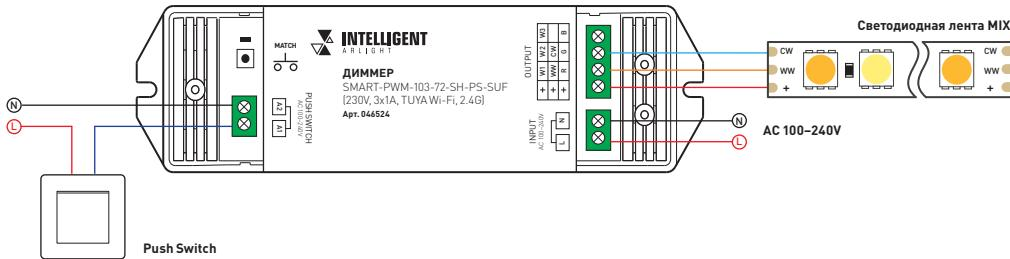

Рис. 2. Схема подключения диммера с высоковольтной мультибелой светодиодной лентой [MIX]
3.7. Все диммеры автоматически ретранслируют сигнал от пульта ДУ или панели управления (рис. 2). Расстояние между диммерами на открытом пространстве может достигать 30 м.